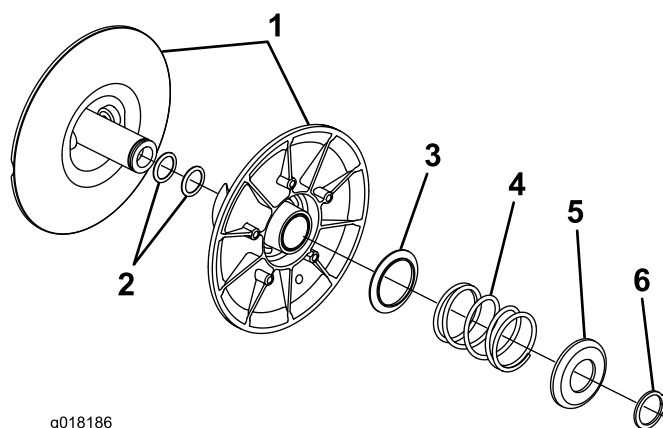

Figura 9
6. Invierta el embrague (Figura 9).
hacia dentro para aliviar la presión en el anillo de retención (Figura 9).
9. Separe las dos mitades del embrague (Figura 9).
10. Coloque el suplemento en el eje del embrague (Figura 9).